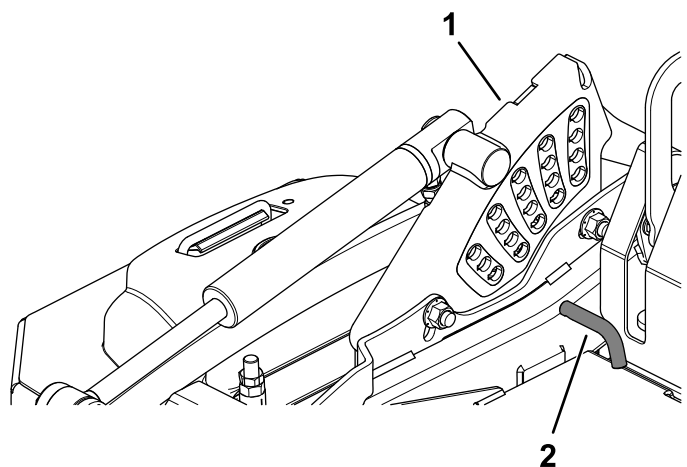

Figure 24
2. Tournez la goupille de hauteur de coupe jusqu'à ce que la goupille cylindrique située à l'intérieur soit en face des fentes dans les trous du support de hauteur de coupe et retirez-la (Figure 24).
3. Insérez la goupille de hauteur de coupe dans le trou correspondant à la hauteur de coupe voulue (Figure 24).
Les différentes hauteurs de coupe sont indiquées sur l'autocollant situé sur le côté de la plaque de levage du tablier (Figure 24).